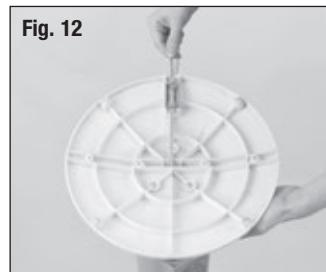

Fig. 12
- Coloque el cable de alimentación eléctrica a través de la ranura en la parte inferior de la base. Tire suavemente el cable de alimentación eléctrica y colóquelo firmemente dentro de su soporte (Fig. 12).